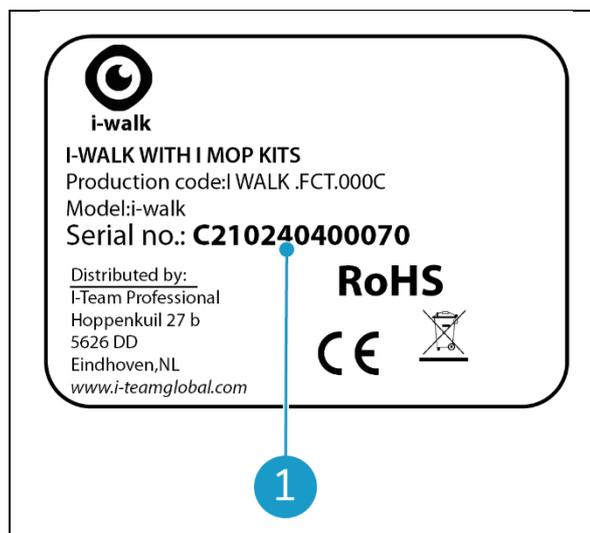

Figura 3
Ogni i-walk ha un numero di serie unico (Figura 3, pos. 1).